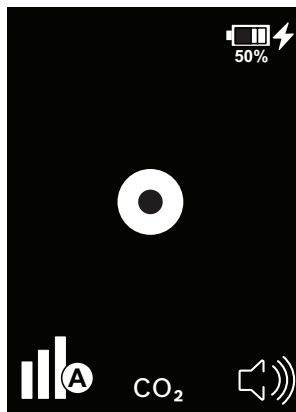

Fig. 21 : Affichage continu avec chargeur raccordé
- ⇒ *La charge active est indiquée par une icône d'éclair dans le coin supérieur droit de l'écran (voir Fig. 21).*